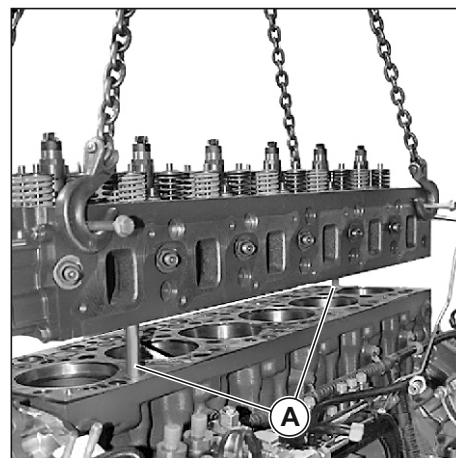

Рис. 122. Установка головки блока цилиндров.
2. Проверить наличие центровочных штифтов. (Использовать 2 винта без головок (А) с диаметром 14 мм, длиной 170 мм (см. Рис. 122)).